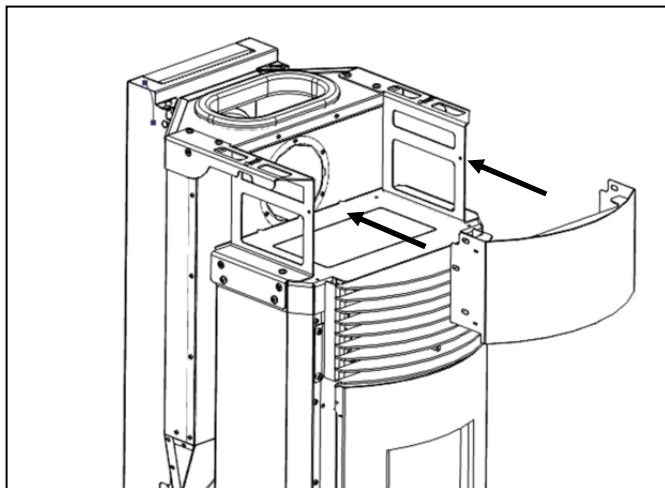

Figura 45 - Colocación de la envolvente frontal
b) Coloque la parte superior delantera como se muestra en la Figura 45, colocando las solapas de la parte delantera en la cara interior.